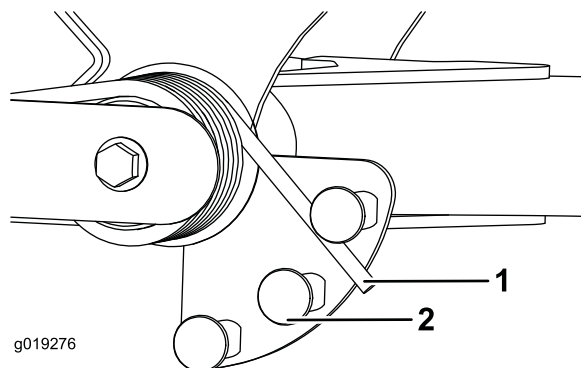

Figura 41
2. Coloque un tubo u otro objeto similar sobre el extremo largo del muelle y gírelo alrededor del actuador del muelle a la posición deseada (Figura 41).